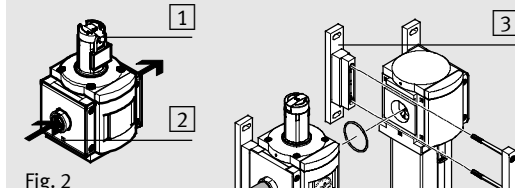

Fig. 2
- Соблюдайте направление потока от 1 к 2. В качестве ориентира служат цифры [2] на корпусе изделия и монтажной плите (→ Fig. 2).
- Оттяните поворотную рукоятку от корпуса, потянув ее вверх (при необходимости снимите навесной замок и задвиньте разблокирующее устройство [1] → Fig. 2).
- Надавите на разблокирующее устройство [1] (→ Fig. 2) в направлении изнутри наружу. Имеющийся навесной замок LRVS-D фиксирует разблокирующее устройство.